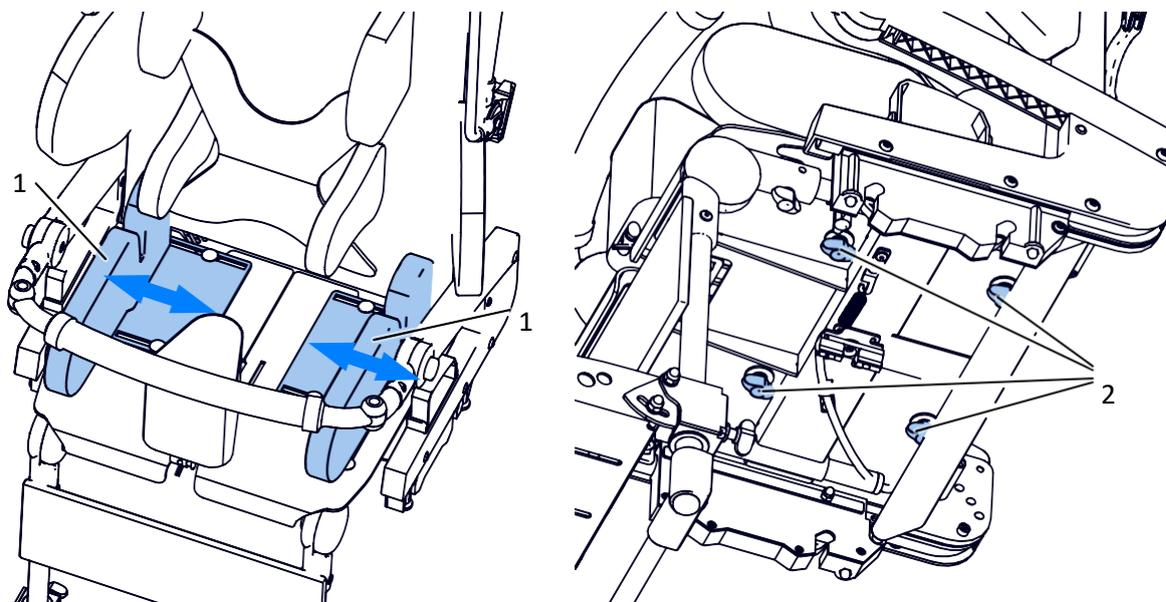

Bild 20
Um die Beckenstützen (1) einzustellen, lösen Sie die Knöpfe (2) unter dem Sitz Abb. 20 und stellen Sie dann die gewünschte Position der Beckenstützen (1) ein und ziehen Sie die Knöpfe (2) wieder fest, um die Bewegung der Stützen zu blockieren. Die Position der rechten und linken Beckenstütze ist unabhängig, und diese Bruststützen können individuell eingestellt werden.